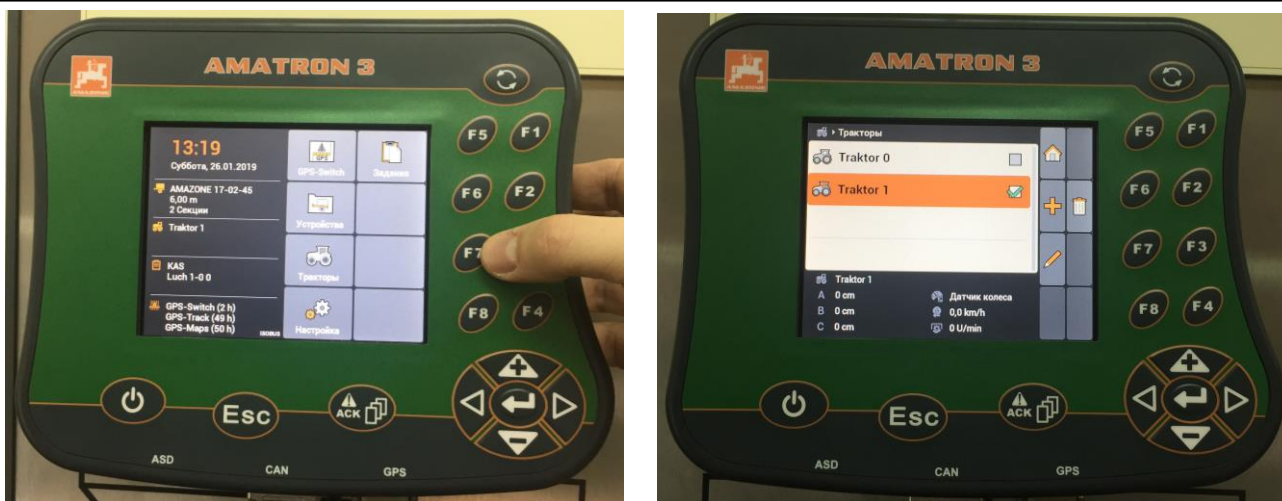

Рисунок 12.7 – Выбор вкладки **Тракторы**
6. Клавишей **F7** выберите вкладку **Тракторы** и нужный трактор (рисунок 12.7).